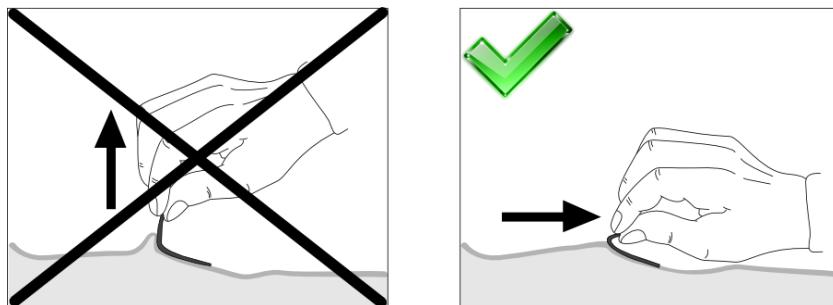

Fig. 4.13 Retrait des électrodes adhésives
- Détacher avec précaution les électrodes de la peau du patient (voir Fig. 4.13 Retrait des électrodes adhésives).